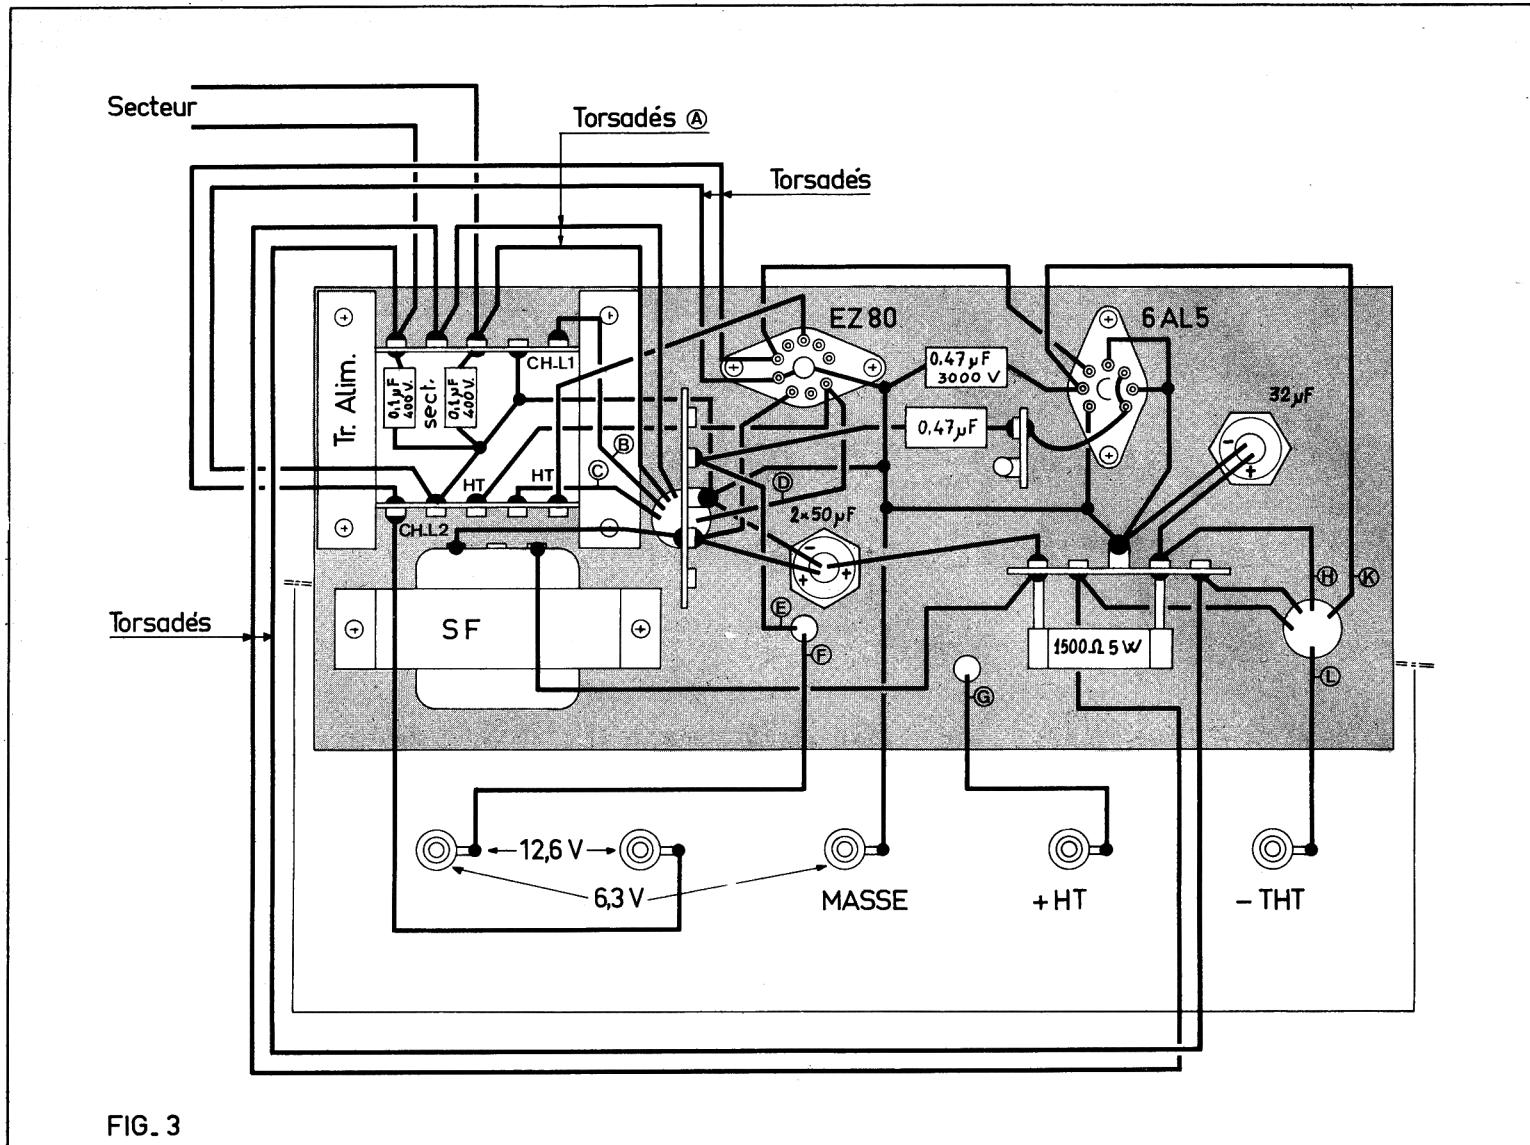
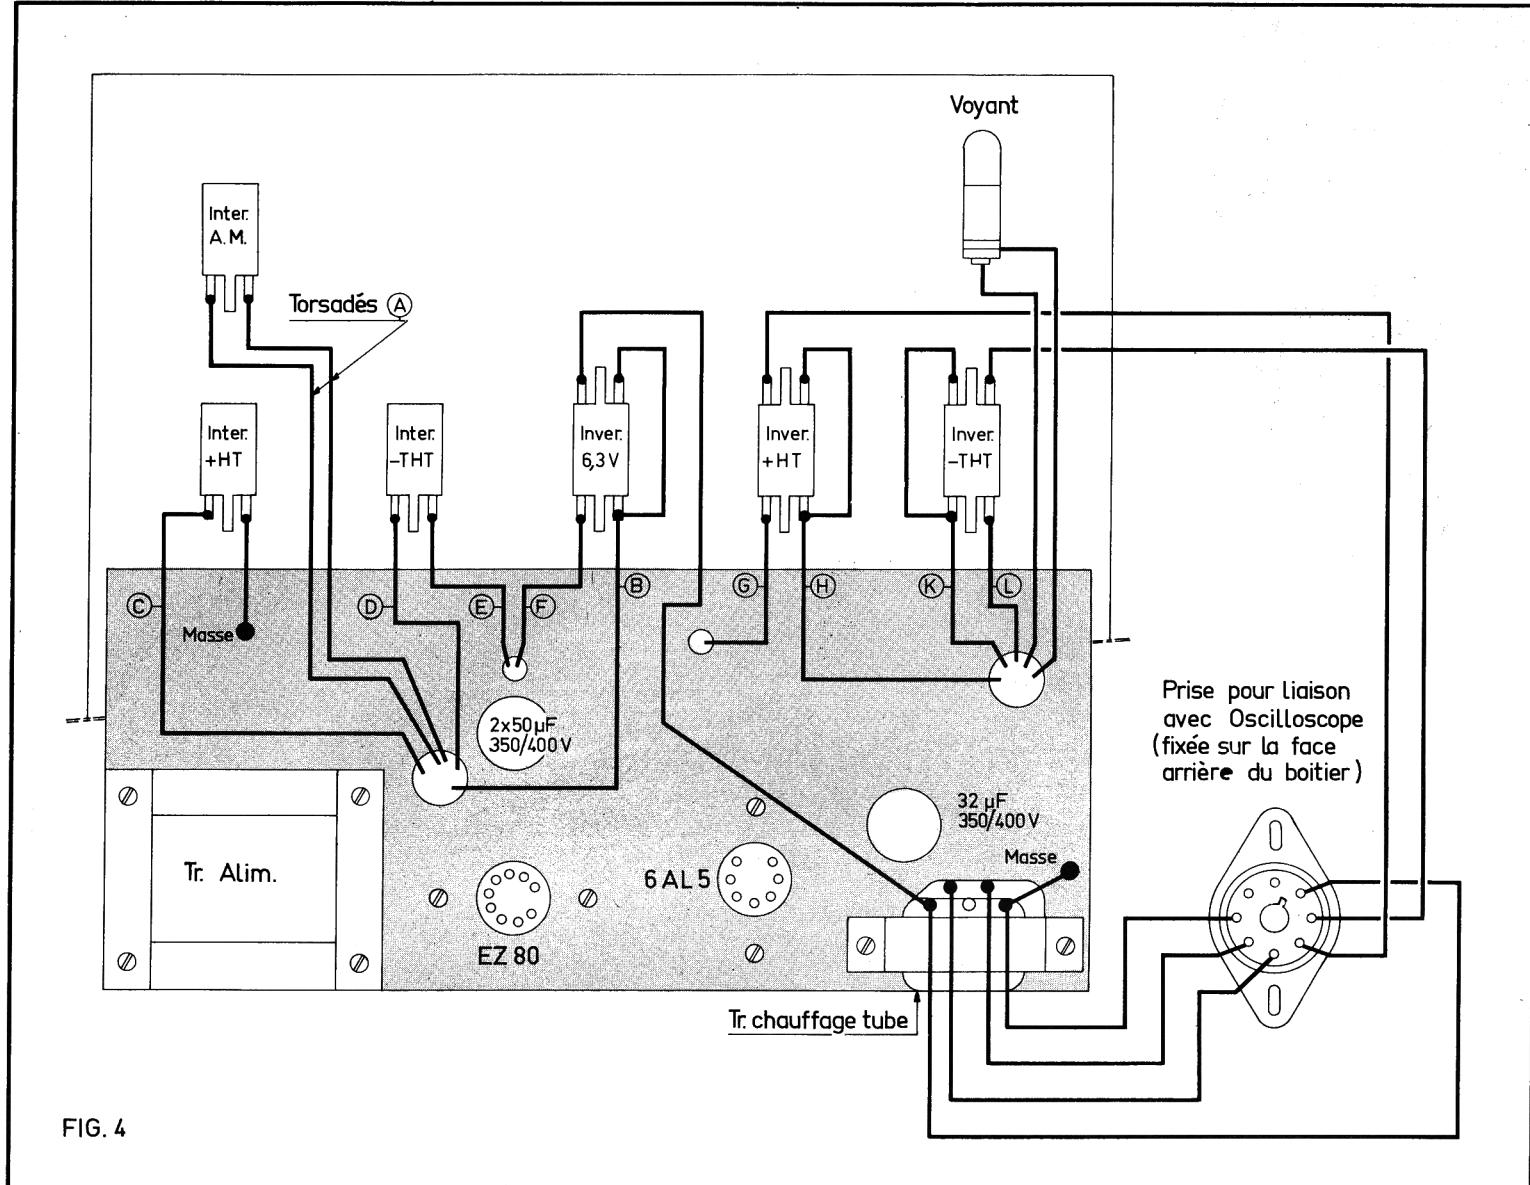

FIG. 3
FIG. 4
Le support général de montage, est un châssis métallique, fixé sur le panneau avant du boîtier. La figure 3, montre le câblage à effectuer sous ce châssis et la figure 4, le câblage dessus ce châssis.
Le schéma du dispositif complet de tonalité est donné par la figure 3. Sur ce schéma, on retrouve le montage habituel de tonalité ou P_B , règle les basses et P_A les aiguës (P_A et P_B sont de l'ordre de 50-100) ; les
Considérons les courbes (A), (B) et (C) de la figure 4. Celles de (A) correspondent au montage de tonalité normal, c'est-à-dire un montage du genre de celui de la figure 3, dans lequel P_p est à zéro Ω et le réglage des basses P_B est au point neutre, où les basses ne sont ni favorisées ni défavorisées. Les diverses positions de P_A , donnent lieu à des courbes de réponse montantes, linéaire ou descendantes qui permettent de modifier la réponse aux fréquences élevées.
Remarquons que la fréquence charnière f_c représentée sur la figure 4 (A), se situe selon les constructions entre 500 et 1 000 Hz, par exemple vers 750 Hz.
Considérons maintenant la figure 4 (B). Les courbes sont obtenues dans les mêmes conditions que précédemment mais avec P_p , potentiomètre de « présence » réglé vers la moitié de sa résistance totale. Il est visible que la fréquence charnière f_c s'est déplacée vers ces valeurs inférieures, dans le cas présent $f_c = 300$ Hz environ.
En (C) figure 4, on voit l'effet encore plus prononcé du réglage de P_p , dont la résistance en circuit est à sa valeur maximum de 50 000 Ω .